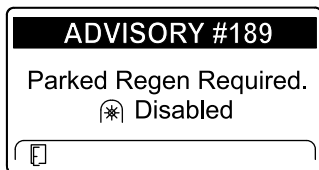

Рисунок 67
- Если вы не выполните стационарную регенерацию в течение 2 часов, дисплей инфо-центра отобразит сообщение «Требуется стационарная регенерация — вал отбора мощности выключен» — ИНФОРМАЦИОННОЕ СООБЩЕНИЕ № 189 (Рисунок 67).